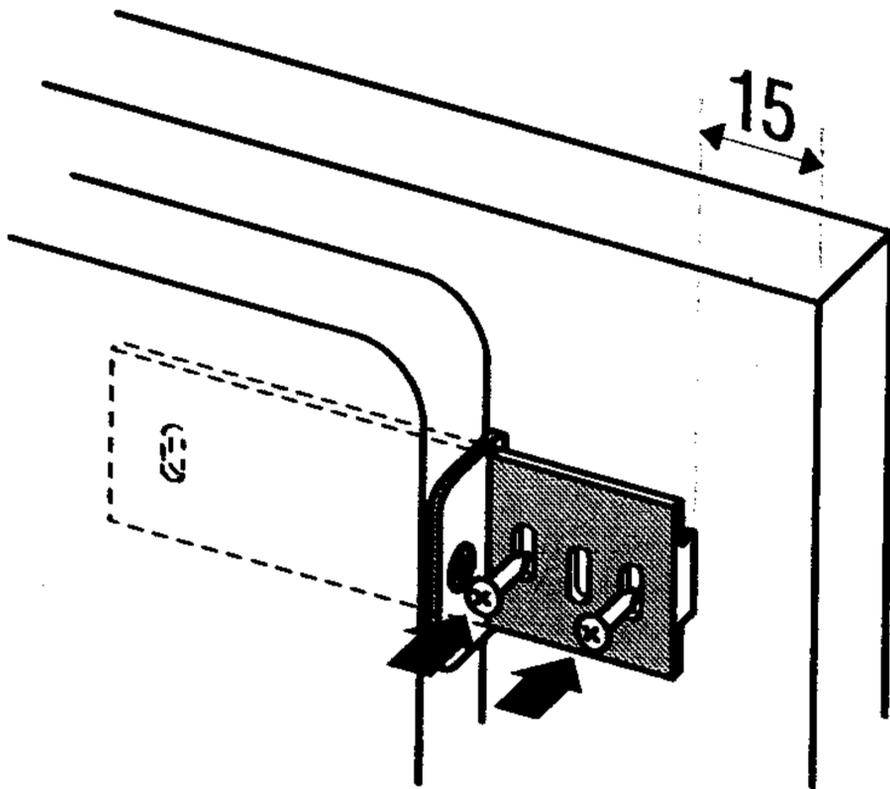

Bild 3
- Setzen Sie die Schieber in die Schieberführungen ein und befestigen Sie sie mit den Schrauben A 4 x 12 - 15 mm vom Rand der Möbelementtür (Bild 3).